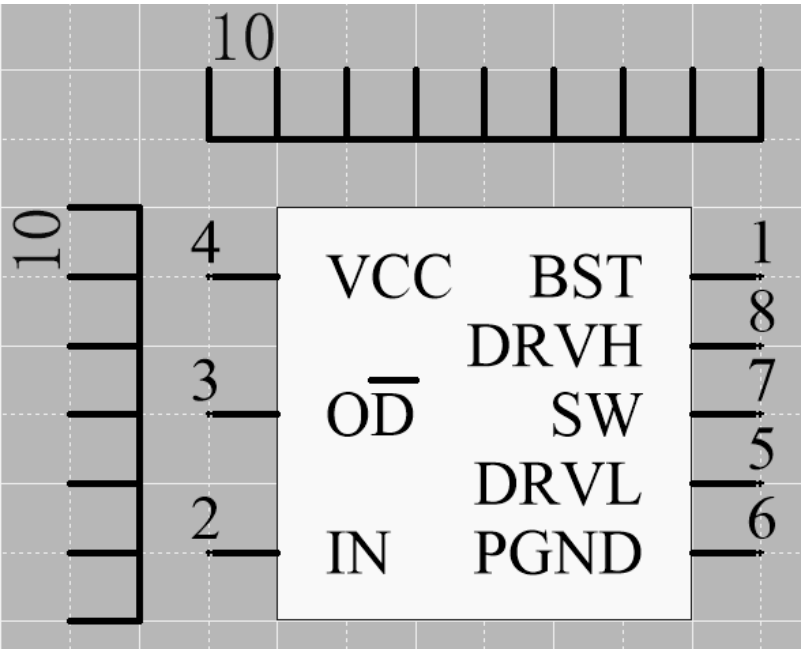

图 1
- 1、在原理图库文件 cdylib.SchLib 中，根据图 1 给出的相应参数（单位为 mil）绘制原理图库元件，要求尺寸和原图保持一致，命名为 ADP3110A，并在抄画原理图中调用；